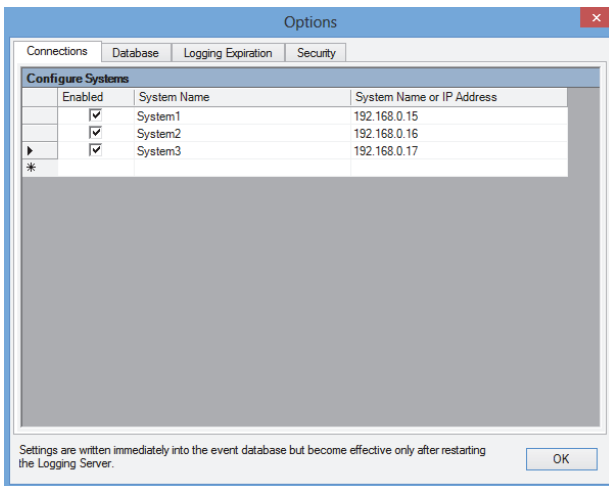

abbildung 58.10: System löschen (2)
- 2 Drücken Sie auf der Tastatur des PCs, auf dem der *Logging Server* läuft auf die Taste *Entf*. Das System wird von der Liste gestrichen (siehe abbildung 58.10 für ein Beispiel).